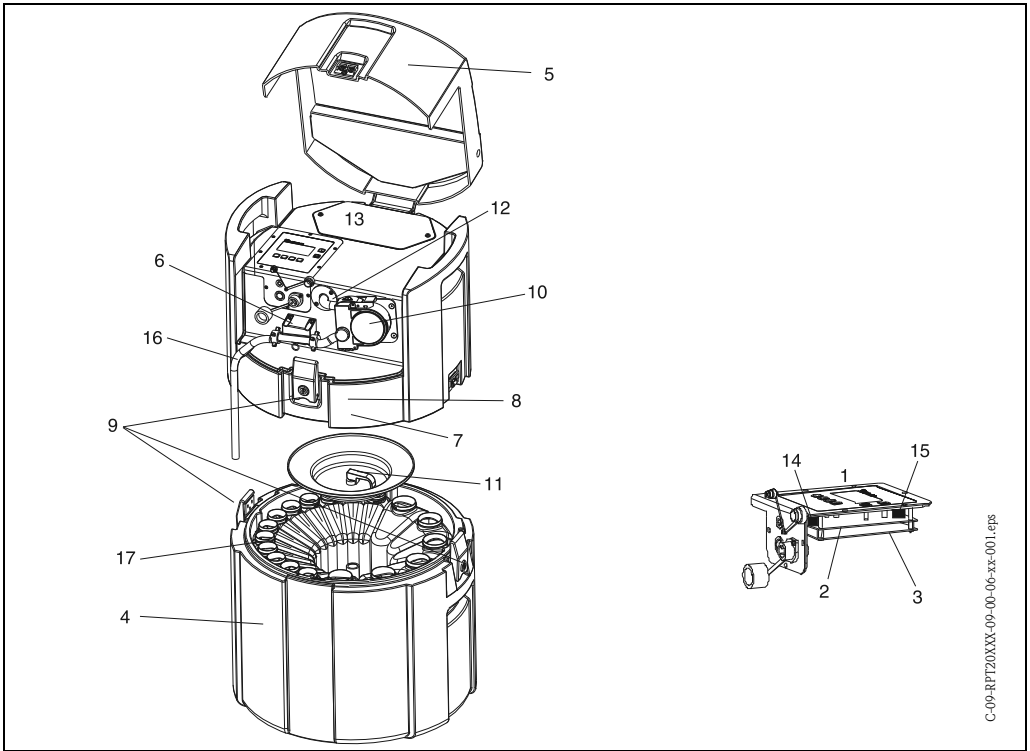

Fig. 46: Parti di ricambio (i codici delle voci sono illustrati nell'elenco delle parti di ricambio)
| A Controllore completo (=> Fig. 46, pos. 1) | | | | |
| B CPU incl. display fino a codice 520013040B3 (=> Fig. 46, pos. 2) | | | | |
| G CPU incl. display (=> Fig. 46, Pos. 2) a partire da codice 520014040B3 | | | | |